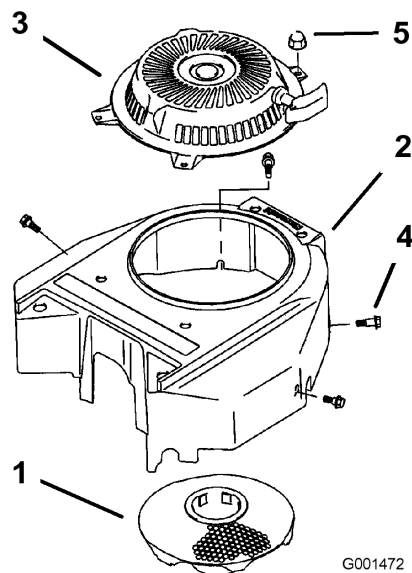

Figura 46
3. Retire la rejilla de entrada de aire, el arrancador de retroceso y la carcasa del ventilador (Figura 46).
5. Instale la rejilla de entrada de aire, el arrancador de retroceso y la carcasa del ventilador (Figura 46).